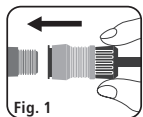
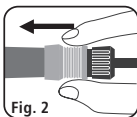

Fig. 1
Fig. 2
Inflado: el acoplamiento rápido (2) se puede conectar directamente a la válvula Schrader. Para ello, sujete el acoplamiento rápido por su base (fig. 1) y empuje el acoplamiento firmemente sobre la válvula. Mientras mantiene presionado el acoplamiento hacia delante, sujete el manguito
gris con el pulgar y el índice y empújelo hacia delante hasta el tope (fig. 2). La conexión se habrá realizado correctamente si no sale aire por la válvula (es decir, si no se oye ningún silbido). Si oye un silbido, tire del acoplamiento situado en el manguito gris y vuelva a intentarlo.
Inflado: enrosque el adaptador de válvula Presta en el vástago de la válvula de la rueda de la bicicleta. A continuación, sujete el acoplamiento rápido por su base (fig. 1) y empuje el acoplamiento firmemente sobre el adaptador. Mientras mantiene presionado el acoplamiento hacia delante, sujete el manguito gris con el pulgar y el índice y empújelo hacia delante hasta el tope (fig. 2). La conexión se habrá realizado correctamente si no
Utilice el adaptador de aguja para inflar balones de fútbol y otros balones. Para conectar el adaptador de aguja al acoplamiento rápido de la válvula, presione con una mano en la abertura del acoplamiento y manténgalo allí mientras sujeta el acoplamiento rápido por su base (fig. 1) y lo empuja hacia delante. Mientras mantiene presionado el acoplamiento hacia delante, sujete el manguito gris con el pulgar y el índice y empújelo hacia delante hasta el tope (fig. 2). La válvula